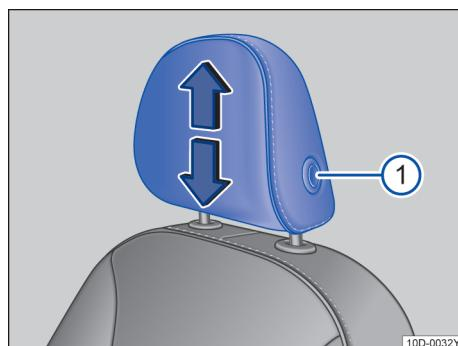

图 59 调整前排头枕
- 按住按钮→图 59①，同时沿箭头方向上推或下压头枕即可将头枕调整至合适高度→▲。